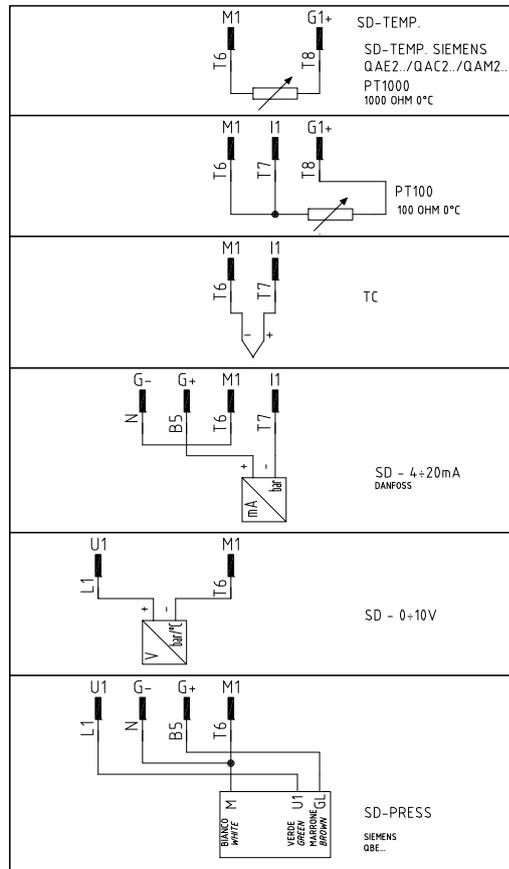

Fig. 27: Conexión sondas
- 3 En caso de quemadores modulantes, los bornes 5, 6 y 7 del tablero de bornes **MA** del quemador ya están conectados al regulador modulante (mod. **RWF40**). Del cuadro eléctrico sale una clavija de 4 polos, preparada para realizar las conexiones de las sondas de temperatura y presión (véase Fig. 27).